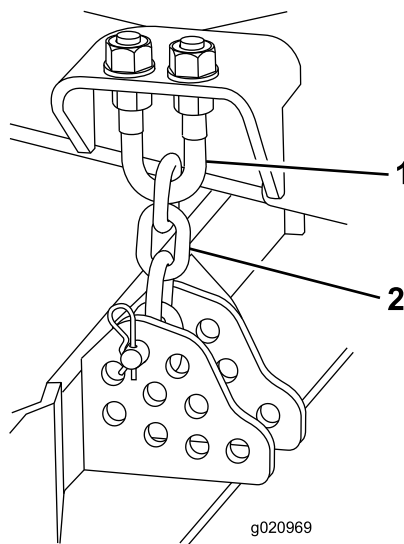

Figura 121
4. Togliete la coppiglia e il perno con testa che fissano le catene dell'altezza di taglio sul retro del piatto di taglio (Figura 121).